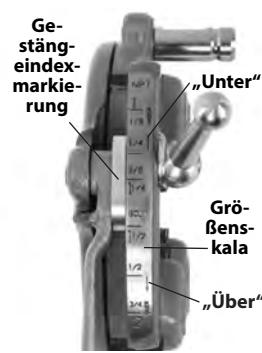

Abbildung 6 – Einstellen der Gewindegröße
- Beginnen Sie mit der Gestängeindexmarkierung, die an der gewünschten Größenmarkierung auf der Größenskala ausgerichtet ist. Bei Mono- und Bolt-Schneidköpfen richten Sie die Gestängemarkierung am Strich in der Größenskala aus. Für Bolzengewinde mit Universalschneidkopf stellen Sie alle Bolzenschneidbacken auf die Linie BOLT auf der Größenskala ein (Abbildung 6).